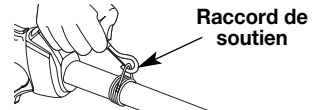

Fig. 4
- Passez le harnais par-dessus la tête puis sur l'épaule. Accrochez-le au raccord de soutien (Fig. 4).